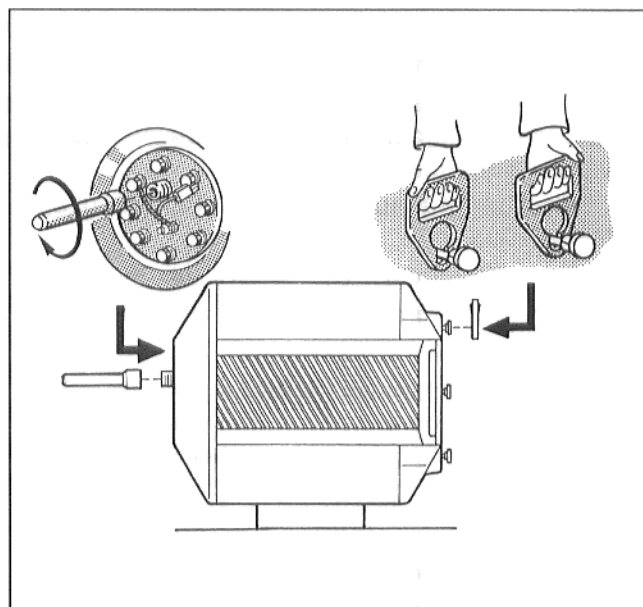

Fig. 4
- Applicare le maniglie in due delle viti per la messa in posa in maniera tale che il minore diametro possa far presa nel perno (Fig. 4).
- Avvitare il tubo con manicotto filettato* nel tronchetto di collegamento del coperchio passamano come supporto di trasporto (Fig. 4).